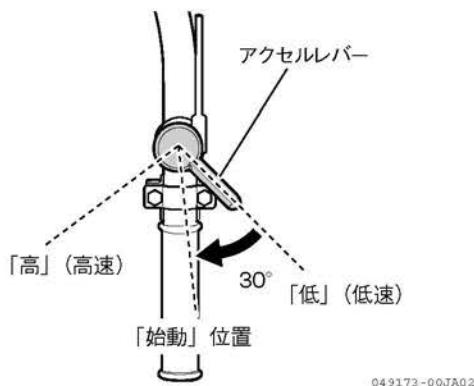

図2-20
3. アクセルレバーを「低」(低速)の位置から約30°「高」(高速)側に回した「始動」位置にします。(図2-20)